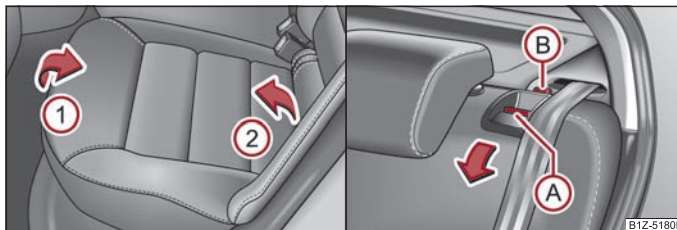

Abb. 60 Sitzfläche vorklappen / Sitzlehne entriegeln
- Sitzfläche in Pfeilrichtung ① hochziehen und in Pfeilrichtung ② nach vorn klappen ⇒ Abb. 60.
- Drücken Sie den Entriegelungsknopf (A) und klappen die Sitzlehne nach vorn. ►
- Vergewissern Sie sich, dass der rote Stift (B) verdeckt ist ⇒ Seite 70, Abb. 60.